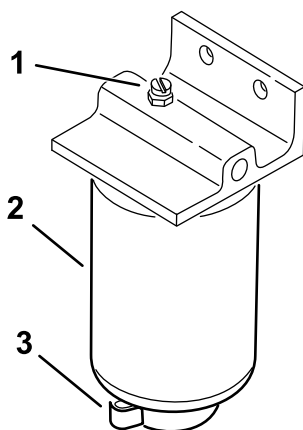

Figura 36
4. Deschideți bușonul de golire al filtrului și supapa de respirație (**Figura 36**).